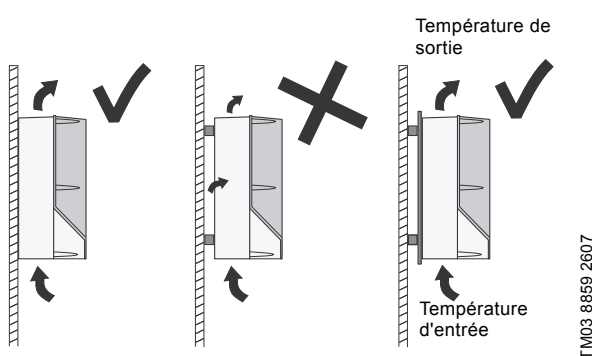

Fig. 37 CUE fixé directement au mur ou fixé avec une plaque arrière.
- Fixer le CUE directement au mur ou bien avec une plaque arrière. Voir fig. 37.
ΔT est la différence entre la température de sortie et la température d'entrée (ambiante) de l'air de refroidissement. Voir fig. 37.